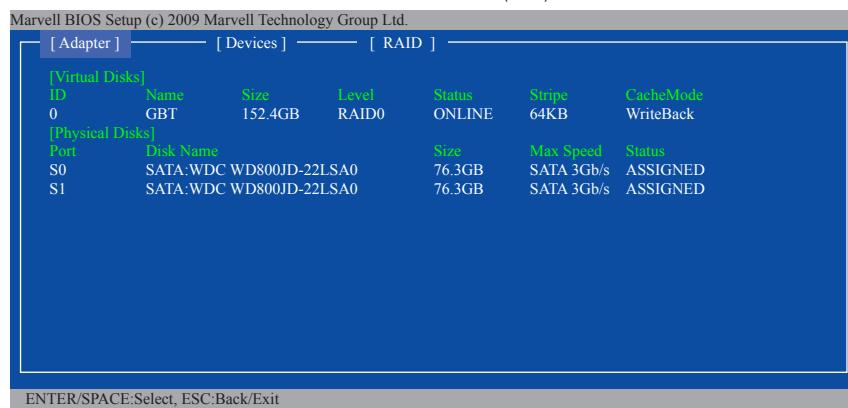

図9
- 完了すると、RAID タブが新しいアレイに表示されます。(図9)